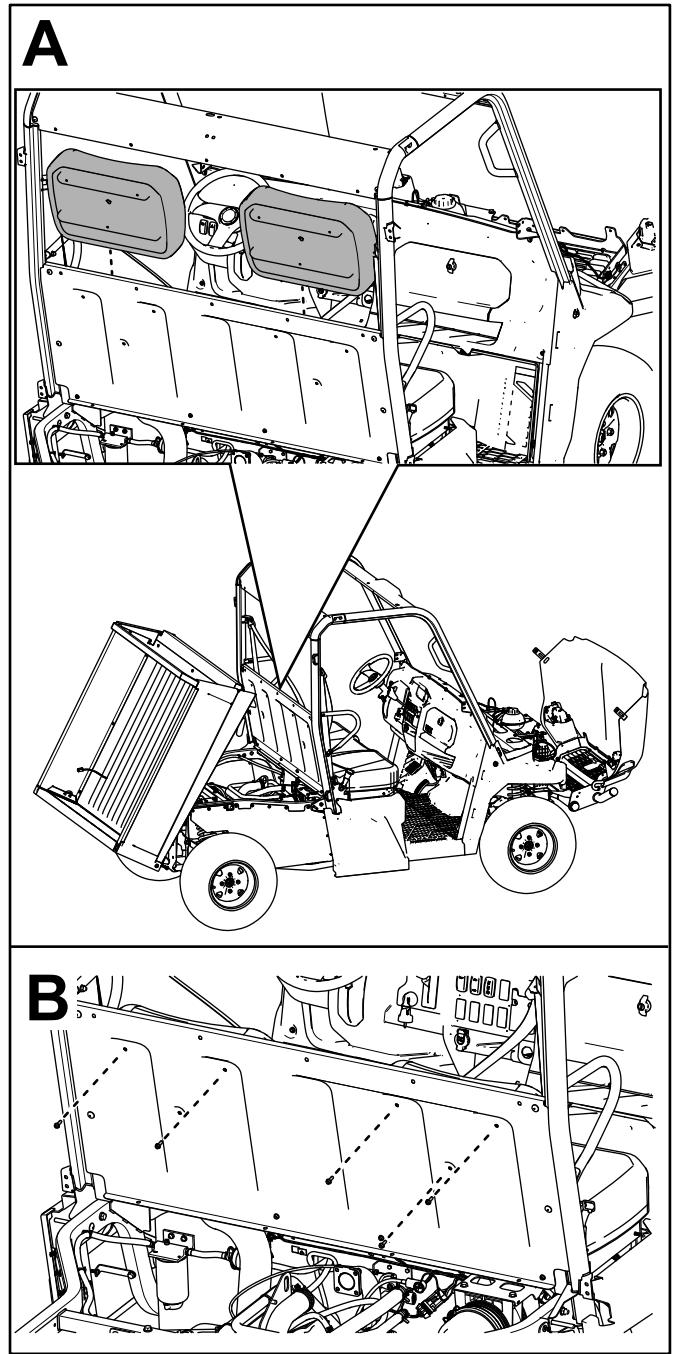

Figure 27
E. Fixez les 2 dossier de siège au panneau de siège à l'aide de 5 boulons à tête hexagonale à embase (1/4" x 3/4"), comme montré à la Figure 27.